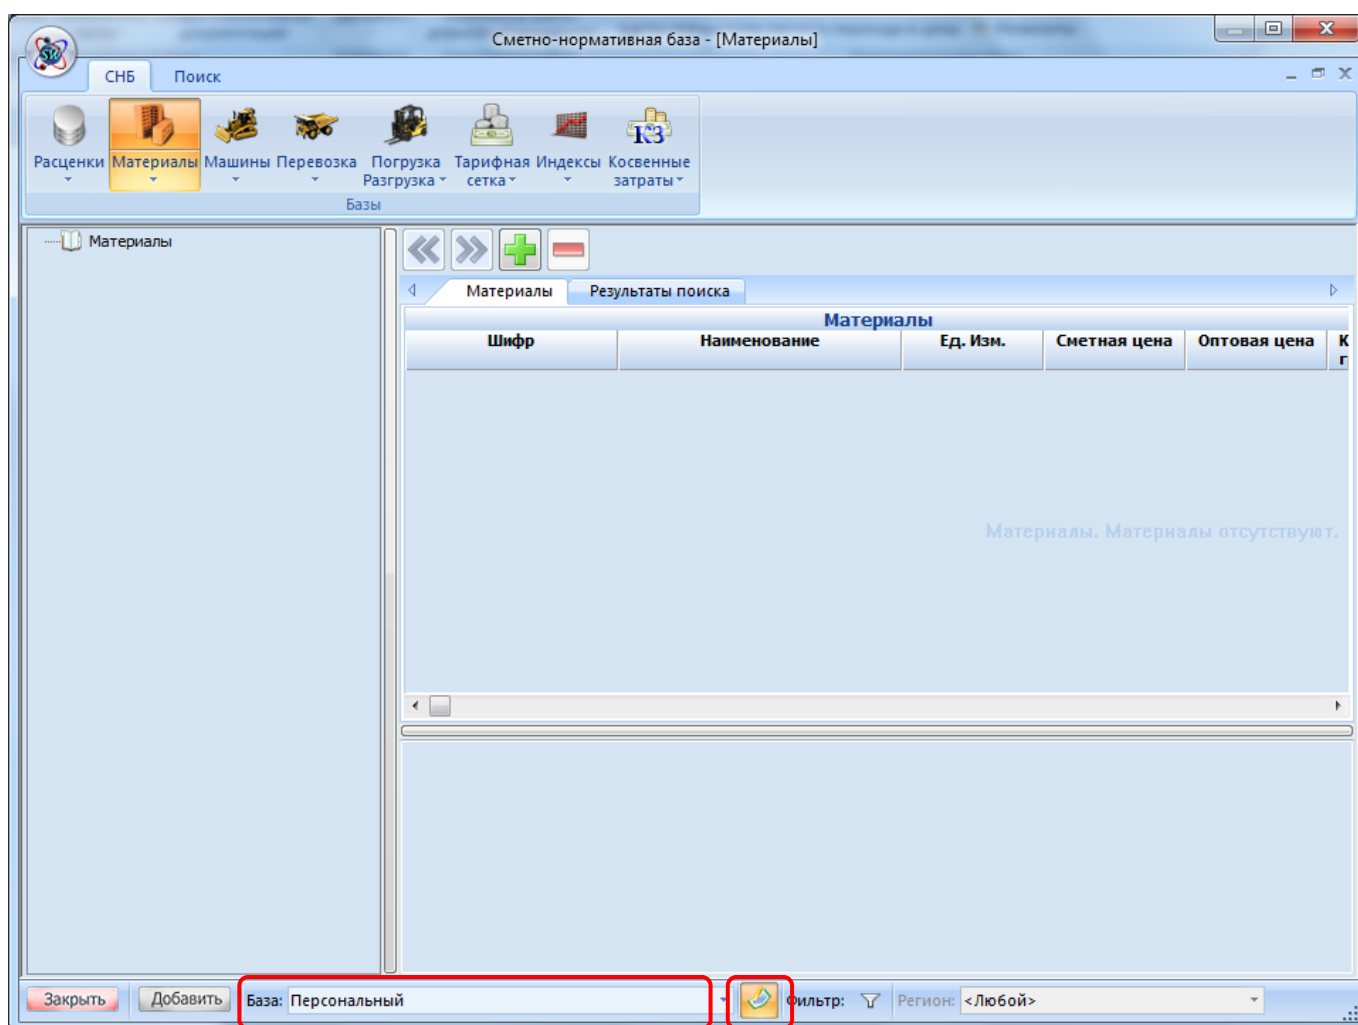

Рис. 6.19 Диалоговое окно Сметно-нормативной базы, включение режима редактирования,
2. В открывшемся диалоговом окне *Сметно-нормативная база* (рис. 6.19) выбрать нужную базу из списка;